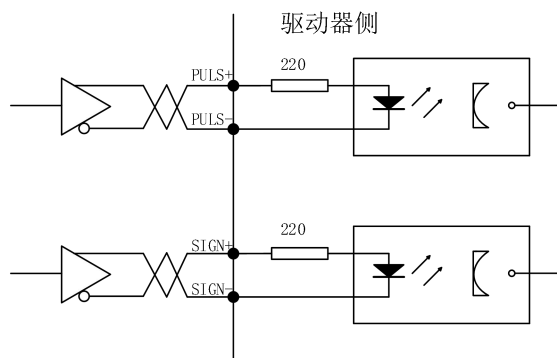

图 2-6a: Type3 脉冲量输入接口的差分驱动方式
- 1、为了正确地传送脉冲量数据，以及提高系统抗干扰能力，建议采用图2-6a差分驱动方式；